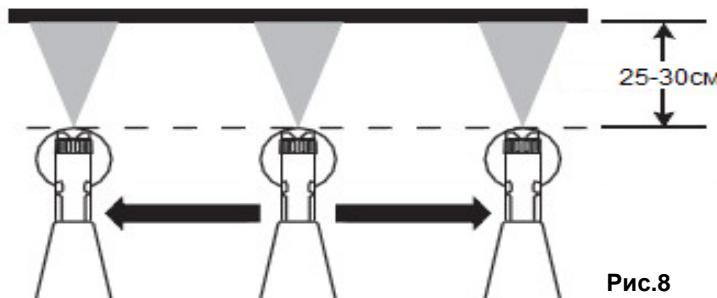

Рис.8
- Всегда держите краскопульт параллельно горизонту и распыляйте перпендикулярно окрашиваемой поверхности с расстояния примерно 25-30 см. Выдерживайте равномерное расстояние до обрабатываемой поверхности (Рис.8). Двигайтесь краскопульт рукой, а не запястьем.